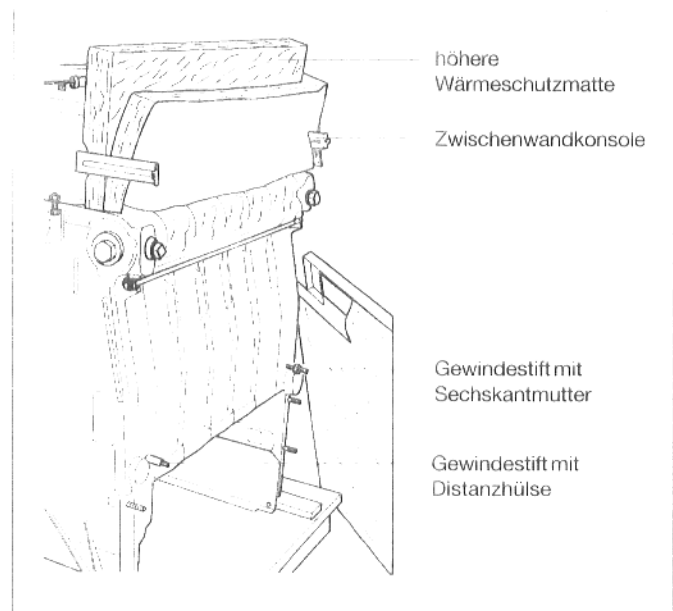

Abb. 18
- Höhere Wärmeschutzmatte mit Gewebeseite nach innen an den Abgassammler anlegen, zweite Wärmeschutzmatte mit Gewebeseite nach außen um die höhere legen. Der Einschnitt in den beiden Wärmeschutzmatten in die rechte Zwischenwandkonsole einhängen (Abb. 18).
- Auf linken Gewindestift auf der Kessel-Vorderseite eine Distanzhülse aufstecken, auf den rechten eine Sechskantmutter aufschrauben (Abb. 18).